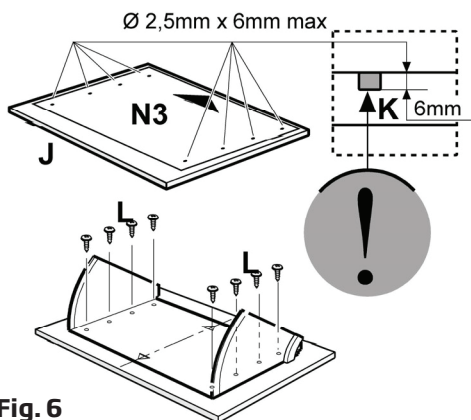

Fig. 6
b. Plaats het perforatiediagram N3 op de ACHTERZIJDE van het esthetisch paneel J (de pijl op het diagram omhoog gedraaid naar de BOVENSTE RAND van het esthetische paneel). Afb. 6
c. Maak BLINDE GATEN K zoals aangegeven. Afb. 6d. Plaats de stoomcollector over het esthetisch paneel en bevestig het met 8 schroeven L. Afb. 6
e. Monteer de deur opnieuw op de afzuigkap, eerst op de bovenste geleiders M1, daarna over de onderste M2. Afb. 6